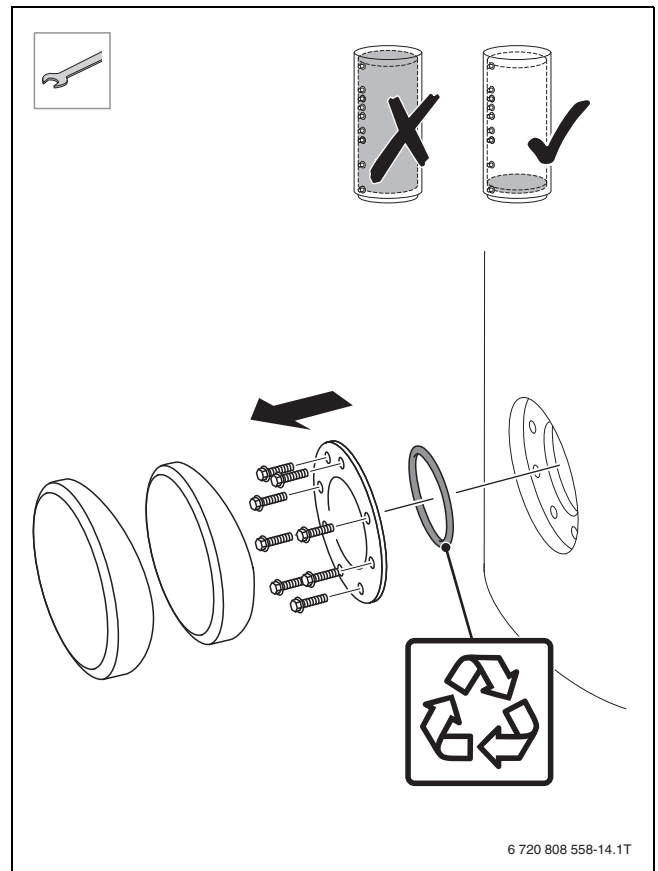

Fig. 19
- ▶ Демонтируйте крышку люка (→ рис. 19, стр. 71).